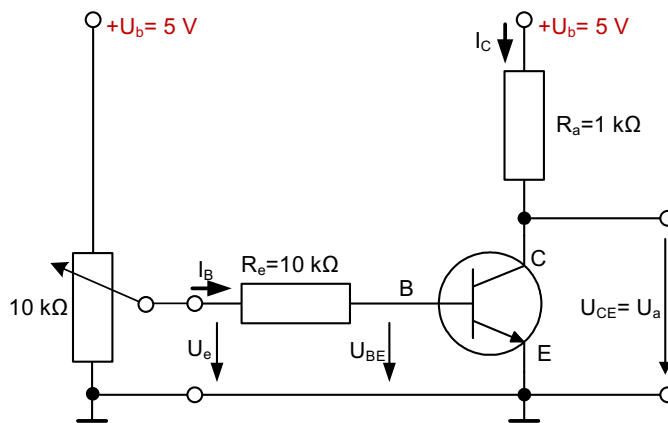

Abbildung 8: Einfache Inverterschaltung
Ein Transistor als Schalter wird wie in Abbildung 8 aufgebaut und arbeitet nur mit zwei Betriebszuständen (Ein und Aus). Durch die Festsetzung des Eingangswiderstandes R_e wird auch der Basisstrom I_B in Abhängigkeit von der Eingangsspannung U_e festgelegt (Ohmsches Gesetz). Er muss hoch genug sein um den Transistor bei HIGH-Pegel vollständig zu schalten, darf jedoch nicht so groß sein, dass der Transistor zu warm wird. Auch der Kollektorstrom I_C muss durch einen Arbeitswiderstand R_a begrenzt werden, damit der Transistor nicht zu warm wird. Wählt man den Widerstand hingegen zu groß, wird die maximal zulässige Stromentnahme am Ausgang zu klein. Für den in diesem Praktikum verwendeten Transistor (BC546B) bilden $R_e = 10\text{ k}\Omega$ und $R_a = 1\text{ k}\Omega$ geeignete Werte (siehe Vorlesung). Der folgende Versuch soll nun die Schaltschwellen der Spannung U_e für HIGH- und LOW-Pegel untersuchen.
Bestimmen Sie den Fan-Out des Inverters aus Abbildung 8 für TTL-Pegel (74 TTL aus Abbildung 7) durch eine Abschätzung. Betrachten Sie dazu den Transistor als idealen Schalter und benutzen Sie zur Berechnung des Fan-Out lediglich die Ströme I_{eH} und I_{aH} sowie die Spannungen $U_{aH,min}$ und U_b .
- Bauen Sie die Schaltung aus Abbildung 8 auf. Untersuchen Sie zunächst das digitale Verhalten des Inverters, indem Sie 5 V bzw. 0 V (GND) an den Eingang U_e legen. Visualisieren Sie die Logikpegel A ausgangsseitig durch LEDs (LED-Baustein mit 12 LEDs) und messen Sie die Ausgangsspannungen U_a . Tragen Sie die ermittelten Pegel und Spannungen in die Wahrheitstabelle ein.